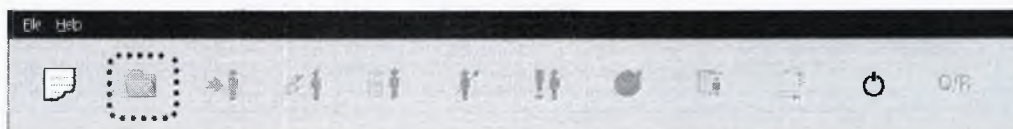

Рисунок 71
- кликнув непосредственно по иконке «Открыть архив» (см. рисунок 71);